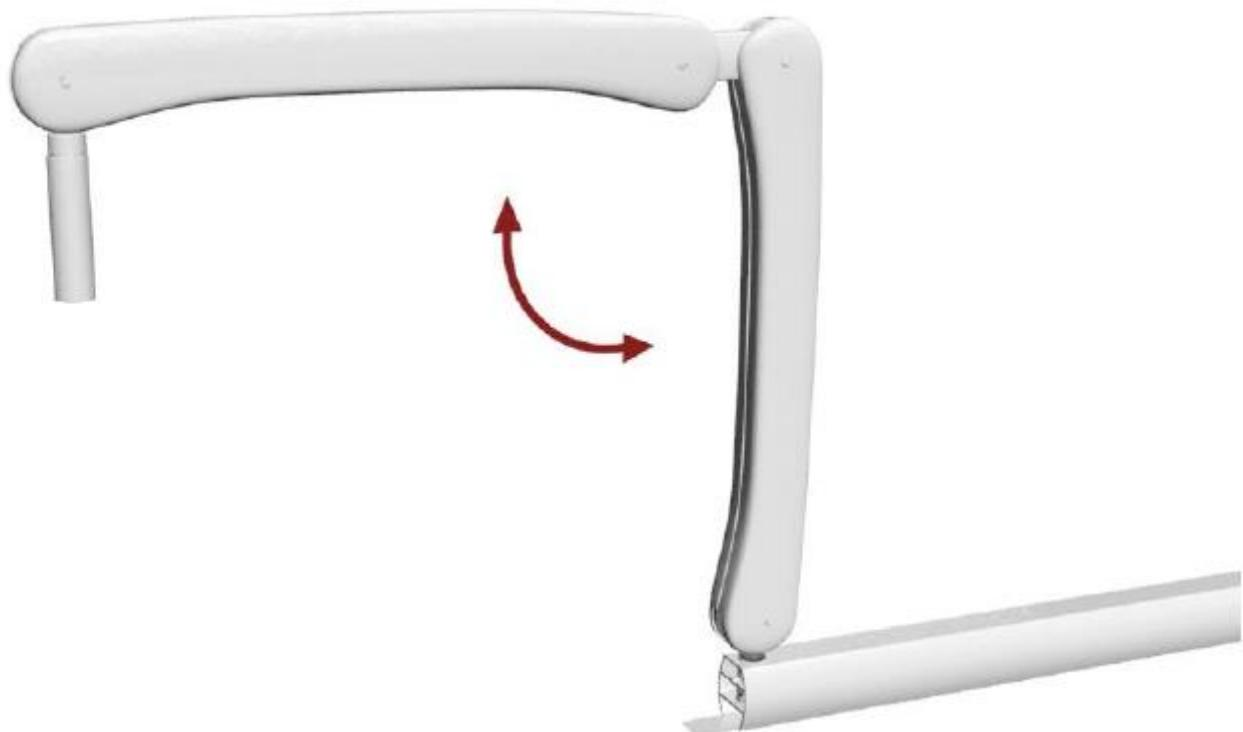

fig. 6
- ✓ Перед тем, как вставить моноблок рентгеновской трубки (**E**) необходимо открыть плечо складное шарнирное (**C**), как показано на рис. 6, во избежание его зажима весом моноблока.